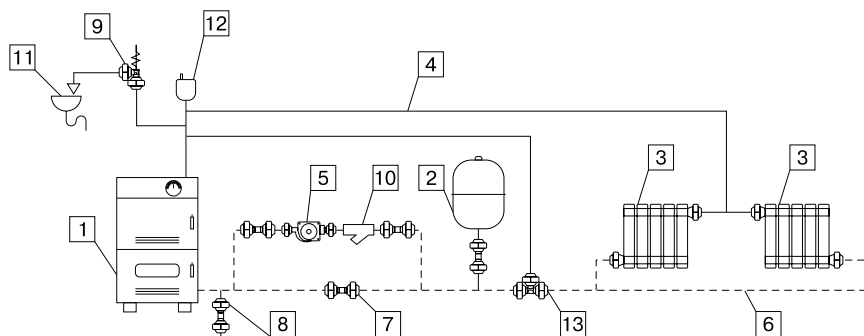
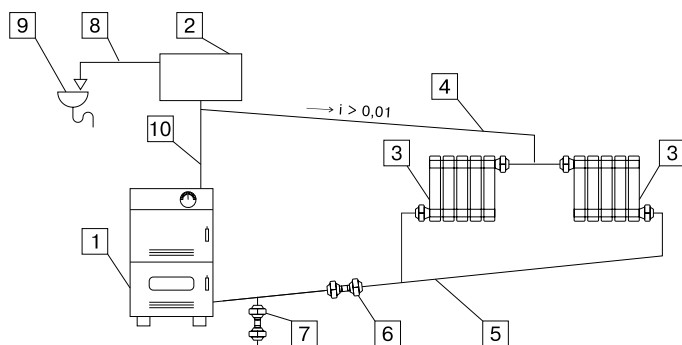

Рис.7 Схема закрытой системы отопления
Рис.8 Схема открытой системы отопления
- Разгонный участок (Рис.8, поз.10) должен быть вертикальным и высотой не менее 2 м;
Типовые схемы монтажа с закрытой и открытой системами отопления представлены на **Рис.7, Рис.8.**